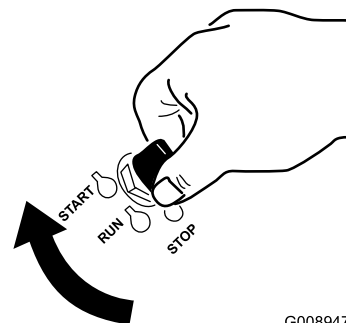

Figura 12
1. Girate la chiave di accensione in posizione **START** (Figura 12). Rilasciatela quando il motore si accende.
6. Girate la chiave di accensione in posizione START (Figura 12). Rilasciatela quando il motore si accende.